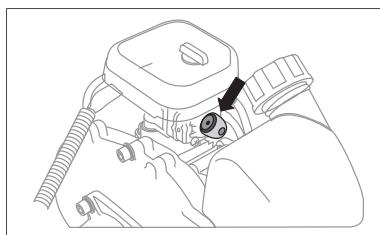

fig. 8
3. Apăsați de cinci-șapte ori pe căpăcelul transparent pentru pomparea manuală a combustibilului (starter), situat între filtru de aer și rezervorul de combustibil, pentru a umple carburatorul cu amestec de combustibil (fig. 8). În acest timp prin căpăcelul transparent al butonului trebuie să se vadă amestecul de combustibil pompat. Dacă căpăcelul nu s-a umplut cu amestec de combustibil, mai apăsați pe starter de câteva ori.